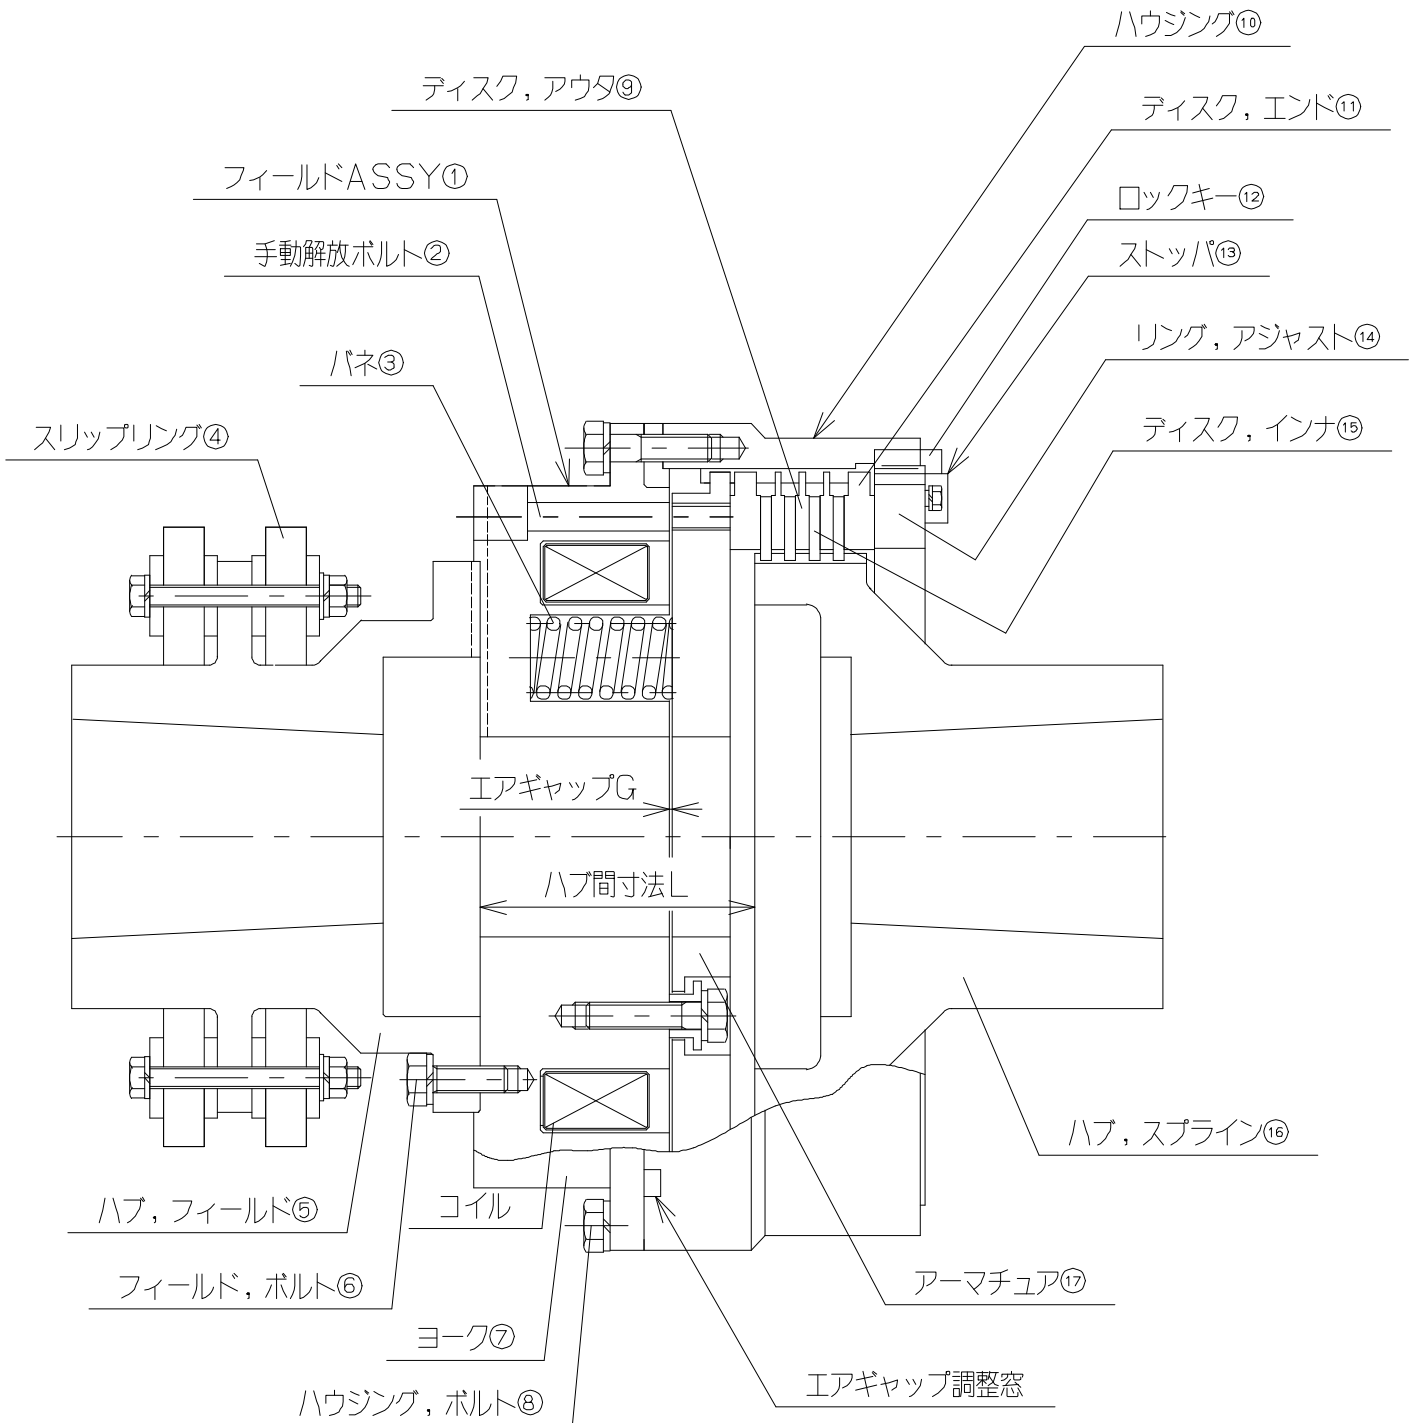
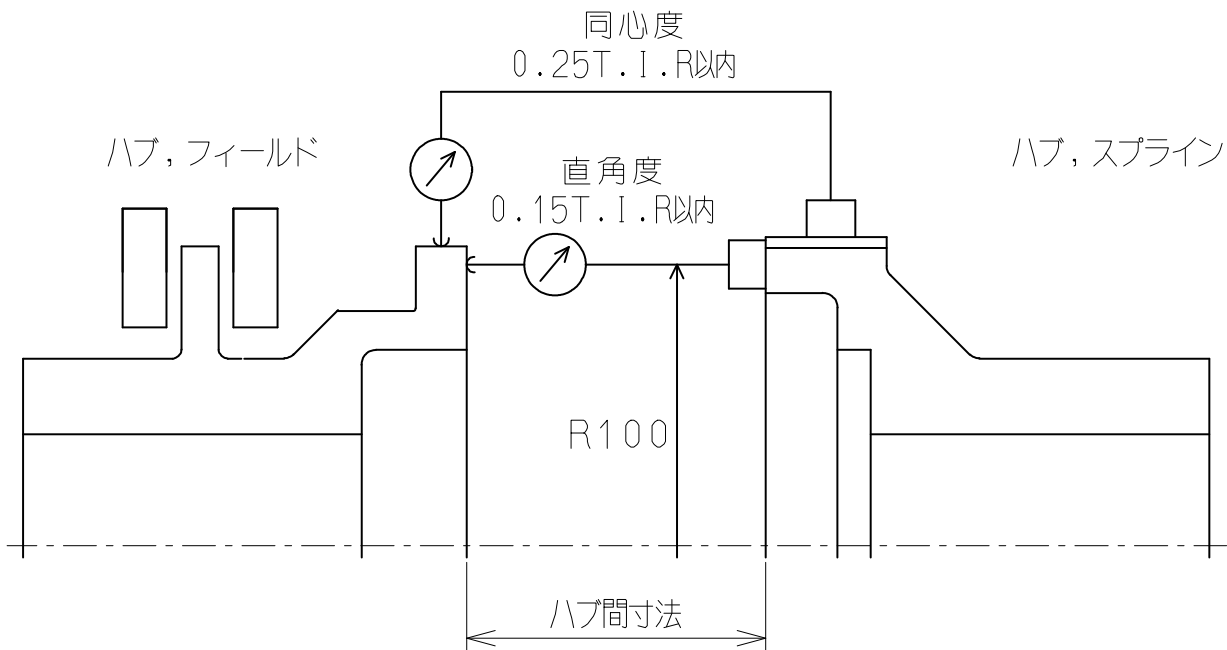

図 1. 構造
図3 心合せ要領
SE 型電磁クラッチは乾式多板コイル回転形で、構造は図 1 のとおりです。
- 4) 最外径にあるハウジング, ボルト⑧を取外して下さい。
- 5) シャフトにハブ, スプライン⑩を取付け、図3を参考に駆動シャフト及び受動シャフトの心合わせをチェックして下さい。両軸間の同心度は0.25T.I.R以内、又、直角度は半径100mmの位置において0.15T.I.R以内として下さい。尚、心狂いや過負荷、及び衝撃荷重により重要部品が損傷する可能性を小さくするため、ディスク, インナ⑫のスプライン強度を他の部品より下げてありますから、破損した場合も大抵はディスク, インナ⑫の交換だけで済みます。
- 6) ハブ, フィールド⑤とハブ, スプライン⑩との間の寸法(図1, 図3)は表1に示す範囲内として下さい。又、シャフトのエンドプレイは極力おさえ、ハブ間寸法Lが表1の値より6mm(SE-75,90の場合, SE-100~180の場合は7mmまで可)以上大きくならないようにして下さい。
- 7) 両ハブの間にハウジング⑩及びリング, アジャスト⑭を挿入し、図1のようにハブ, スプラインの上へ移動して下さい。この時、ハブ, スプラインとハウジングのスプラインは同心となるようにして下さい。
- 8) 最初、厚いディスク, エンド⑮を挿入し、次にディスク, インナ⑫とディスク, アウタ⑨を交互に取付けて下さい。最後に厚いディスク, エンド⑮を取付けて下さい。